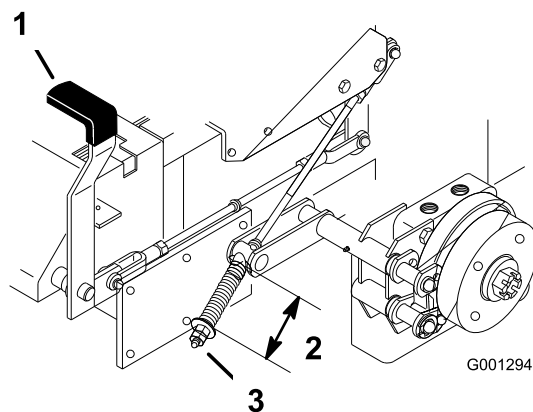

Figura 86
2. Mida la longitud del muelle (Figura 86).
3. Si es necesario un ajuste, quite el freno de estacionamiento, afloje la contratuerca que está debajo del muelle y ajuste la tuerca que está directamente debajo del muelle (Figura 86).